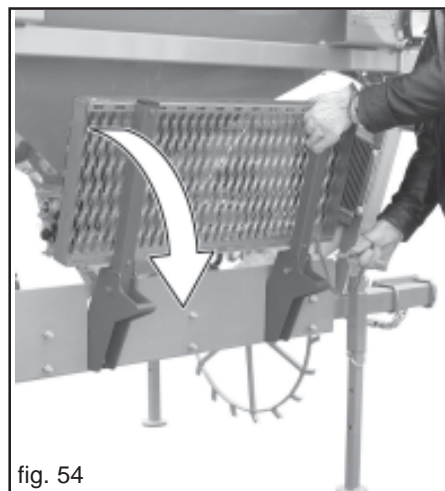

fig. 54
- 1) Apoye los pies de la máquina al piso. Quite el perno de fijación y baje la plataforma de inspección (Fig. 54).